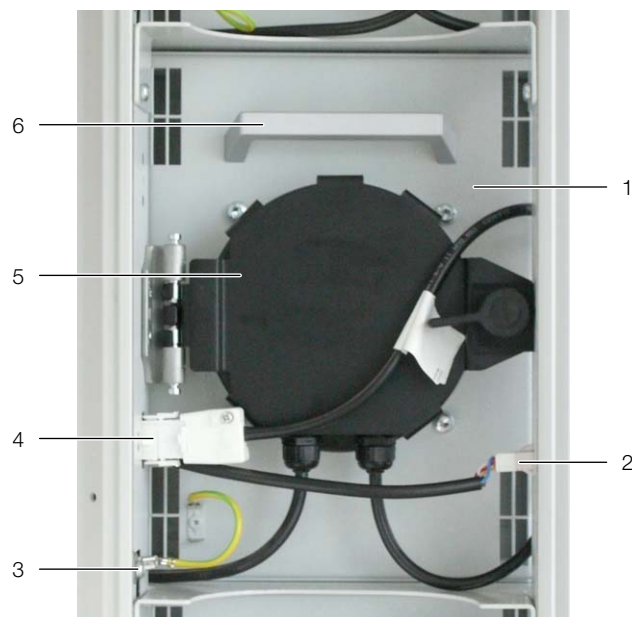

Рис. 38: Вентиляторный модуль в модульном отсеке
- Отсоедините слева и справа оба штекера подключения DC и AC вентилятора (рис. 38, поз. 2 и 4).
- Отсоедините заземление от вентилятора (рис. 38, поз. 3).
При подключении убедитесь, что два кабеля вентилятора не проложены близко друг с другом на большое расстояние. На рис. 38 показана оптимальная прокладка кабеля.